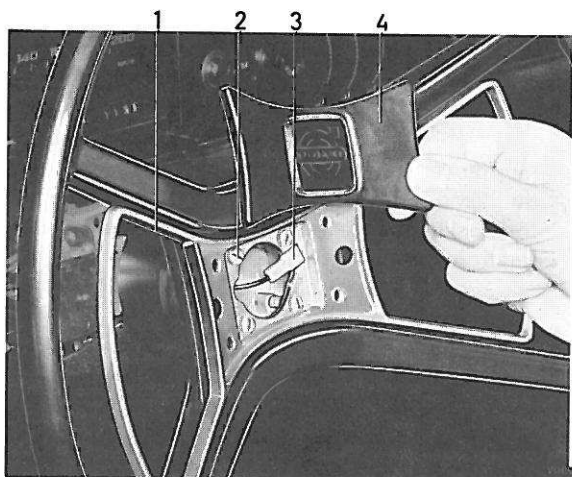

Figure 67. Détails du volant 1972
2. Enlever le rembourrage de sécurité (4, figure 67). Déconnecter le câble d'avertisseur (3). Retirer les vis de fixation (2) et déposer le cerclo-contact (1). Récupérer les ressorts et les rondelles.